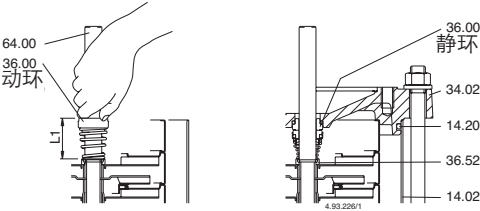

图.5 插入机械密封
5.拆下螺丝(61.07)和笼型支架(32.00).其和轴承(66.00)及联轴器(64.22)作为整体从上端盖(34.02)顺轴(64.00)抽出(图.5).
检查安装前后的长度并把动环升起与到原始长度(L1 图5)一致。